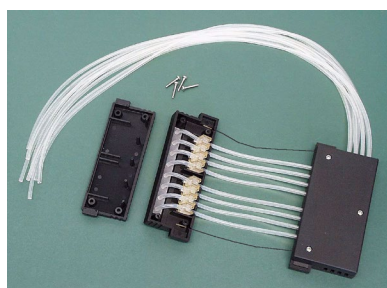

Figure 5–31. Retrait de la plaque de cache de la partie inférieure de la cassette de distribution
2. Défaites les quatre vis de retenue de cache de la partie inférieure de la cassette de distribution (Figure 5–31).
3. Retirez la bande d'aiguilles, les fixations de tube et le reste de la tubulure de la partie inférieure de la cassette de distribution. Détachez ensuite la bande d'aiguilles de la tubulure en tirant les tubes à l'écart de la bande d'aiguilles (Figure 5–32).